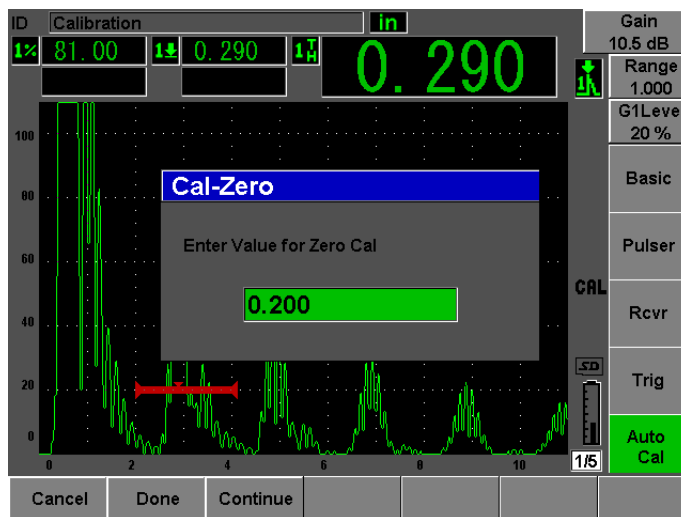

図 10-2 校正ゼロ板厚値の入力
7. 値が安定したら、“自動校正 : Auto Cal” > “校正ゼロ : Cal-Zero” を選択します。画面がフリーズし、“校正ゼロ : Cal-Zero” ダイアログボックスが現れます (163 ページ図 10-2 参照)。
10. 値が安定したら、“自動校正 : Auto Cal” > “校正ゼロ : Cal-Zero” を選択します。画面がフリーズし、“校正ゼロ : Cal-Zero” ダイアログボックスが現れます（163 ページ図 10-2 参照）。